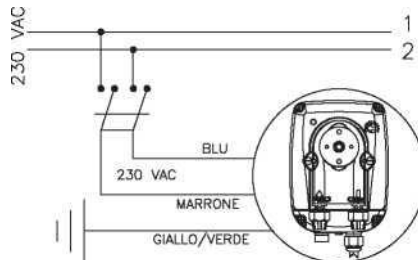

Abb. 4
1. Vom Stromnetz trennen oder die Stromversorgung mit einem einpoligen Trennschalter mit mindestens 3 mm Kontaktöffnung unterbrechen. (Abb. 4).
1. Den Stecker vom Stromnetz trennen oder die Stromversorgung mit einem einpoligen Trennschalter mit mindestens 3 mm Kontaktöffnung unterbrechen. (Abb. 4).
- b. - Die im Anwendungsland geltenden Vorschriften für elektrische Anlagen streng einhalten (Abb. 4). **Wenn das Stromkabel keinen Stecker hat, muss das Gerät über einen einpoligen Trennschalter mit mindestens 3 mm Kontaktöffnung an die Stromversorgung angeschlossen werden. Vor dem Zugang zu irgendwelchen elektrischen Bauteilen sicherstellen, dass alle Versorgungskreise offen sind.**